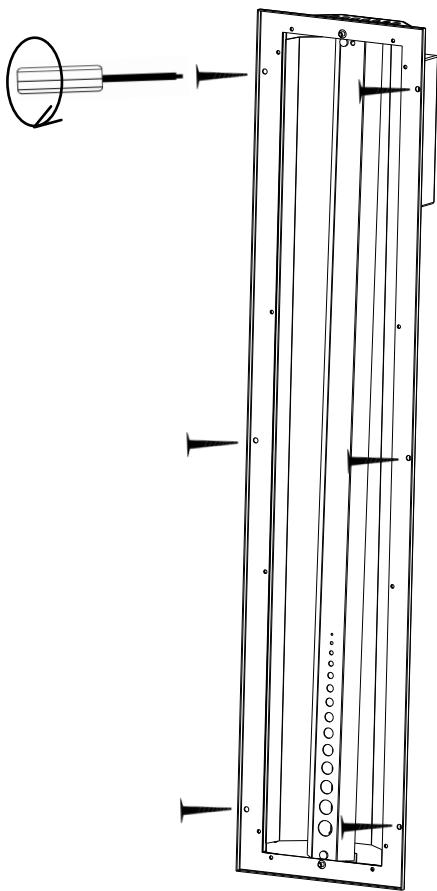

Fig. 7 **Positionnement des vis**
8. Vissez le chauffage infrarouge fermement à la paroi de la cabine à l'aide des vis à bois (3 x 40 mm) fournies. Voir figure 7.